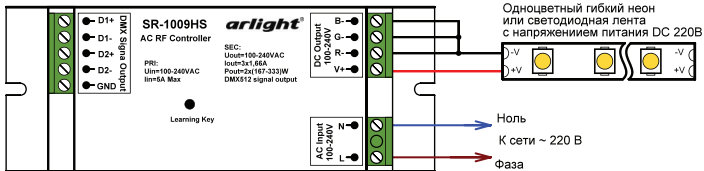

Рис.2. Подключение одноцветного гибкого неона или светодиодной ленты.
3.10. При подключении одноцветных источников света, можно использовать схему Рис.2. При этом контроллер должен управляться от пульта ДУ или панели управления с функцией диммирования.
ВНИМАНИЕ! Не допускается использовать схему Рис.2, если контроллером управляет RGB или RGBW пульт ДУ или панель управления.